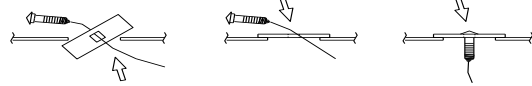

Figure 3
- Install Hitch** - Raise hitch into position, over the exhaust, and feed the pull wires through bracket slots. Remove pull wires and loosely install conical washers ③, hex nuts ④ to the hitch. Loosely install carriage bolt ⑤, spacer ⑥, conical washer ⑦, hex nut ⑧ through hook bracket of hitch and vehicle tow hook, **see Figure 3 & 4.**
- Reinstall (4) rivets on bottom of fascia and return (1) rivet to owner and reinstall the muffler hanger to move the muffler back into position.
- Installer l'attelage** - Soulever l'attelage en position, au-dessus de l'échappement, et acheminer les fils de tirage à travers les fentes du support. Retirer les fils de tirage et poser lâchement des rondelles coniques ③ et des écrous hexagonaux ④ sur l'attelage. Installer lâchement boulon de carrosserie ⑤, espaceur ⑥, rondelle conique ⑦, écrou hexagonal ⑧ à travers le support du crochet de l'attelage et le crochet de l'attelage, voir Figures 3 et 4.
- Réinstaller quatre (4) rivets dans le bas du carénage et remettre un (1) rivet au propriétaire et réinstaller le support de silencieux pour remettre le silencieux dans sa position.